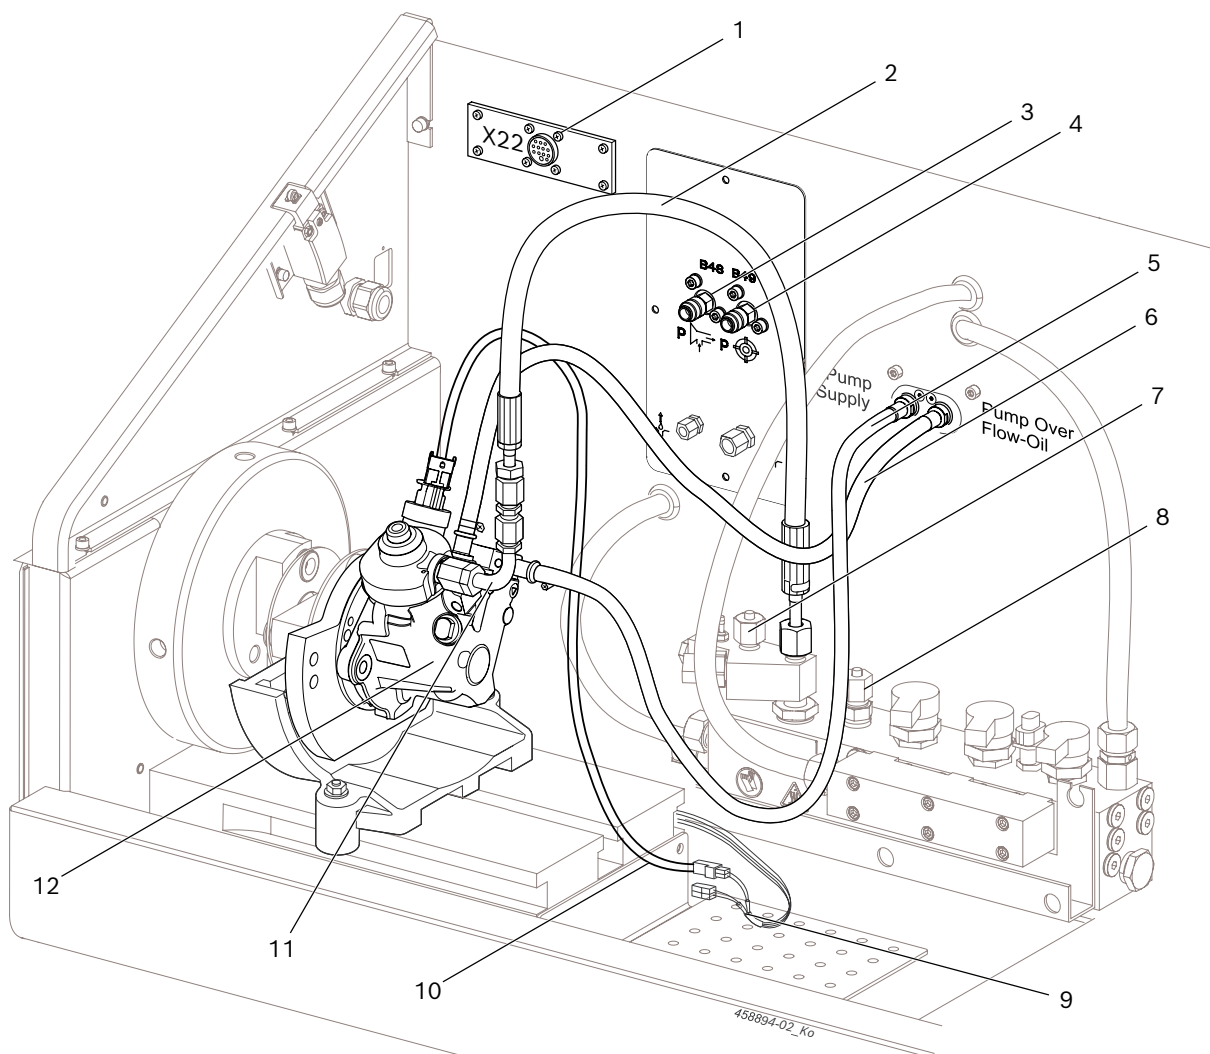

Fig. 2: Conexión CP4.1
1. Conectar los tubos flexibles (alimentación de aceite de ensayo) (fig. 2, pos. 5) y tubo flexible (retorno de aceite de ensayo) (fig. 2, pos. 6) a las conexiones previstas de la CP4.
2. Conectar la manguera de alta presión 1 680 712 324 (fig. 2, pos. 2) a la conexión de alta presión del rail de alta presión y a través de la tubería de presión de comprobación 1 680 750 123 (fig. 2, pos. 11) en la conexión de alta presión de la CP4 (par de apriete = 25Nm – 30 Nm).
3. Cerrar la conexión de alta presión al rail distribuidor CRI 846H o CRI/CRIN 848H con un tapón ciego en el rail de alta presión (fig. 2, pos. 7, 8).
i En la bomba de rail común del tipo CP4.2, el tapón ciego debe ser eliminado en el rail de alta presión (fig. 2, pos. 7) y es necesario conectar otra manguera de alta presión al rail de alta presión y a la bomba de rail común del tipo CP4.
4. Conectar el cable de conexión 1 684 463 946 (fig. 2, pos. 9) al X24 y unirlo con el CP4 a través del cable adaptador específico de la bomba (fig. 2, pos. 10; accesorio especial).
El adaptador 1 681 032 115 que se encuentra en el juego de piezas 1 687 016 128 se utiliza para medir la presión de las bombas de alimentación para la bomba de rail común del tipo CP4 con bombas de ruedas dentadas. Montar el adaptador a la bomba de rail común del tipo CP4 antes de la comprobación y conectar el tubo flexible del adaptador en B49 (fig. 2, pos. 4).
Los tubos flexibles que se encuentran en el juego de piezas 1 687 016 128 se utilizan para la medición de la presión negativa. Conectar el tubo flexible específico de las bombas en la bomba de inyección y en B48 (fig. 2, pos. 3).
- ¿Se ha cerrado con un tapón ciego la conexión en el rail de alta presión (al rail distribuidor CRI 846H) (fig. 2, pos. 8)?